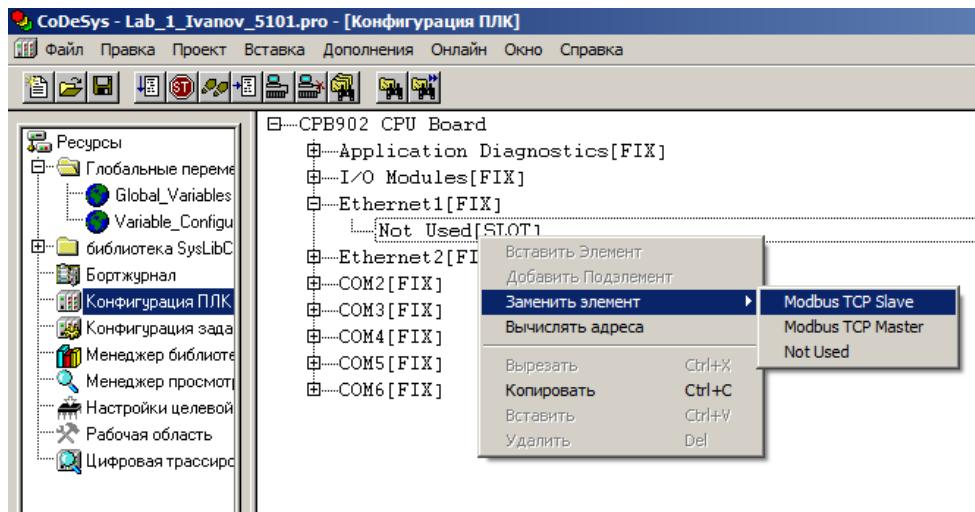

Рис.10. Конфигурирование сервиса ModbusTCP Slave на интерфейсе Ethernet1
1.4.6. Сконфигурируем протокол сетевого обмена интерфейса Ethernet1. К аппаратному интерфейсу Ethernet1 можно подключить сервис сетевого обмена по протоколу Modbus (в качестве мастера и/или подчиненного узла). По умолчанию этот сервис не подключен и установлен элемент «**Not used**». Раскрыть список параметров элемента **Ethernet1**. Щёлкнуть правой кнопкой мыши на параметре «**Not used**», выбрать в появившемся контекстном меню пункт «**Заменить элемент...**» и установить «**Modbus TCP Slave**» (рис. 10). Этот сервис реализует функциональность подчиненного узла (сервера) протокола Modbus и используется для обмена данными между прикладной программой контроллера CPM902 и другим устройством – мастером сети Modbus.